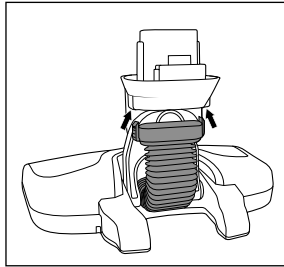

Fig. 18
- ◆ Coloque a mangueira sobre o encaixe, de modo que os botões de desbloqueio ⑬ prendam (ver fig. 18).